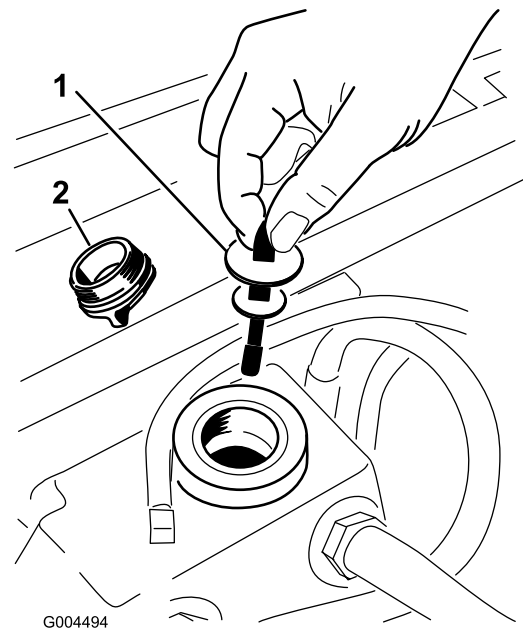

Figure 63
5. Enlevez le bouchon (Figure 63) du goulot de remplissage du réservoir hydraulique.
6. Retirez la jauge et essuyez-la sur un chiffon propre (Figure 63).
7. Remettez la jauge dans le goulot de remplissage, sortez-la de nouveau et vérifiez le niveau de liquide (Figure 63).